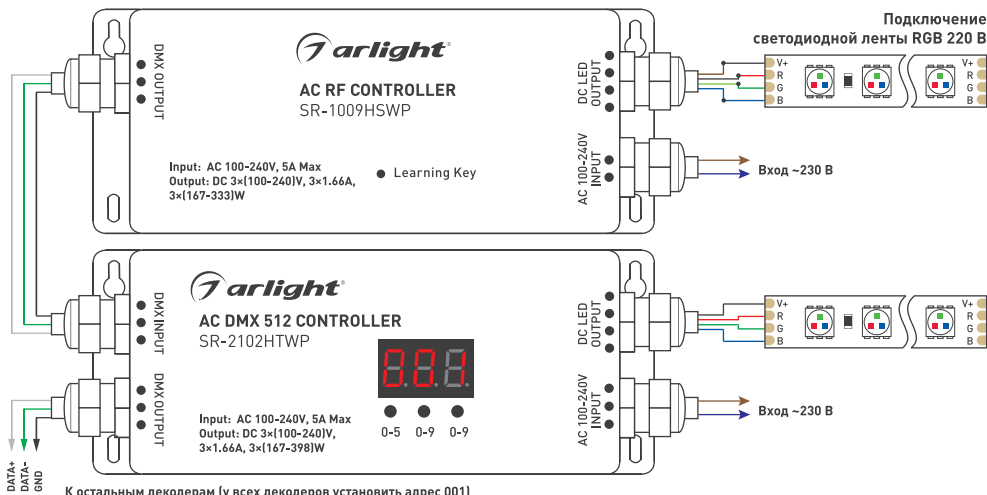

Рис.2. Использование контроллера SR-1009HSWP в качестве DMX мастер-контроллера на примере декодера SR-2102HTWP.
- 3.9. При построении системы с большим количеством гибкого неона или светодиодной ленты контроллер можно использовать как DMX мастер-контроллер. В этом случае сигнал с выхода DMX OUTPUT подается на входы любых стандартных DMX декодеров. На Рис.2 показан пример подключения контроллера и декодера SR-2102HTWP. На всех декодерах устанавливается одинаковый адрес (001). Ленты, подключенные к контроллеру и декодерам будут управляться синхронно.